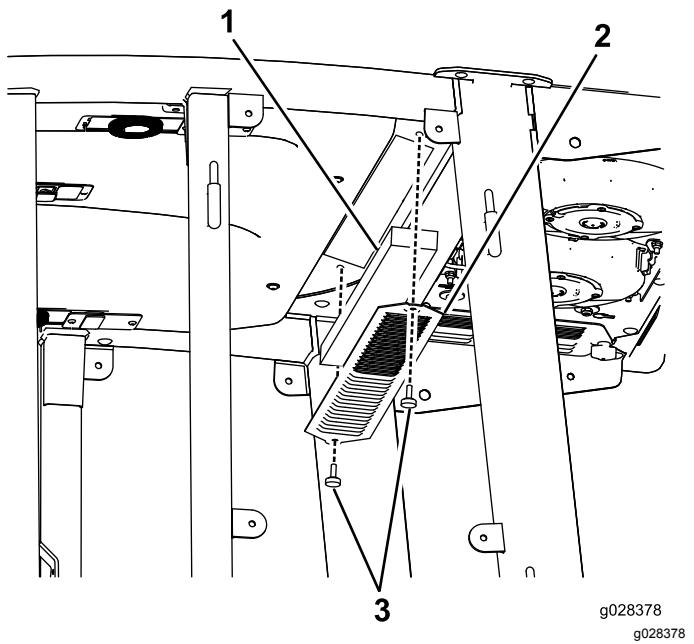
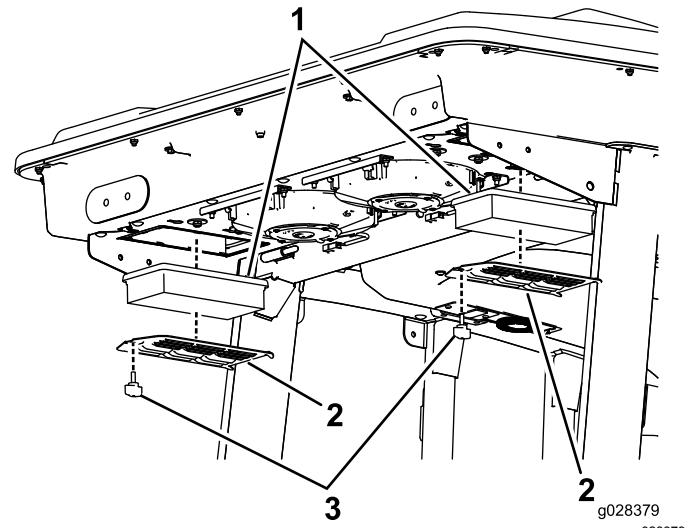
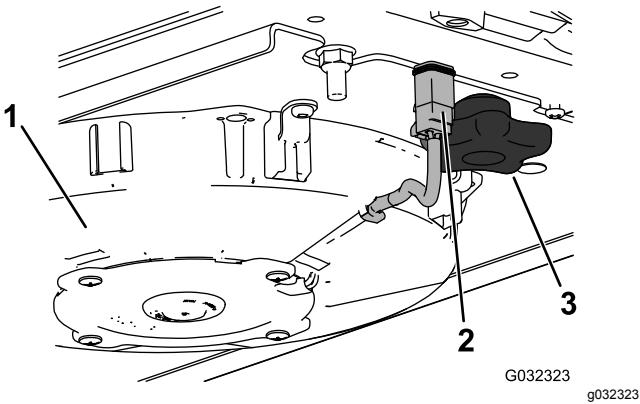
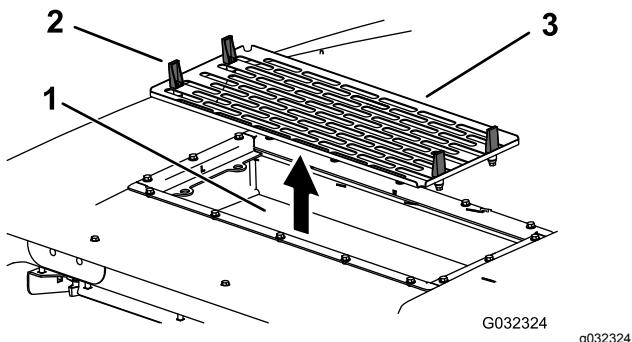

Bild 130
Bild 131
Bild 132
Bild 133
- 1. Nehmen Sie die Schrauben und Gitter von den internen und hinteren Kabinenluftfiltern ab (Bild 130 und Bild 131).
4. Entfernen Sie die Luftfilter (siehe Bild 131).
6. Bauen Sie Luftfilter, Gitter und Klimaanlage wieder ein (Bild 131, Bild 132 und Bild 133).
7. Schließen Sie das Kabel jedes Lüfters an (Bild 132).